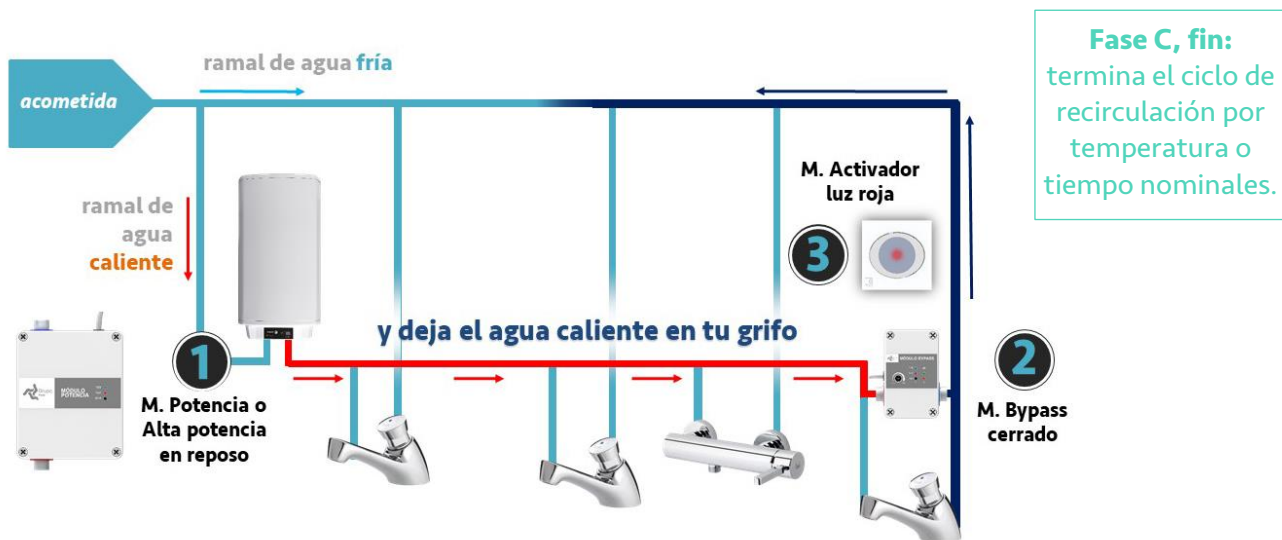

Figura 8. Final del ciclo de recirculación. El agua caliente está en el grifo de destino.
El **módulo de bypass (2)**: se instala conectando las tuberías de agua caliente y fría, de manera que permita que el agua situada en el ramal de agua caliente fluya por el ramal de agua fría, en sentido contrario, de vuelta hacia el calentador. Preferentemente, este módulo se instalará cerca del punto de consumo de agua caliente más alejado del propio calentador, de manera que, cómo se explica en la Figura 8, el ciclo de precalentamiento cubra el mayor número de grifos posible, ya que al llevar el agua caliente al último punto de consumo del ramal, todos los puntos de consumo intermedios podrán beneficiarse de ello. De esta forma, se requerirá un módulo de bypass **(2)** por cada ramal de agua caliente donde se deseen los beneficios del sistema.